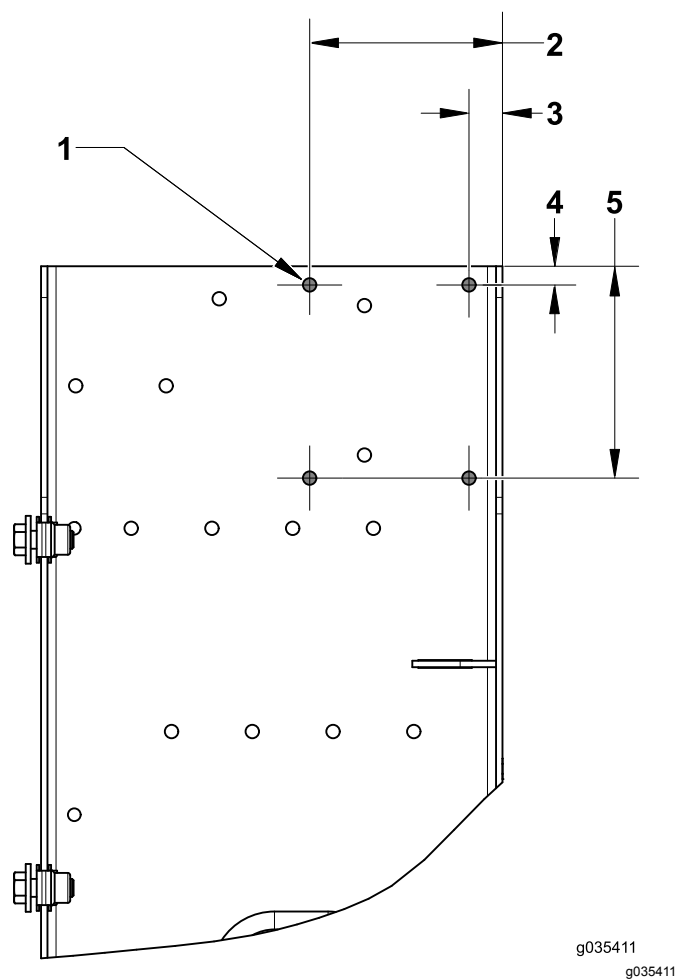

Bild 7
3. Ermitteln und bohren Sie die folgenden Löcher für den Sender (Bild 7).